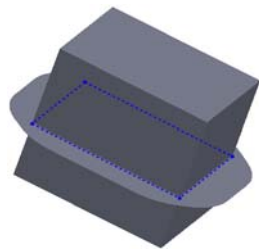

图 10.2.17 创建切削分割块
Step4. 单击“切削分割”对话框中的  按钮，完成图 10.2.17 所示的切削分割块的创建。